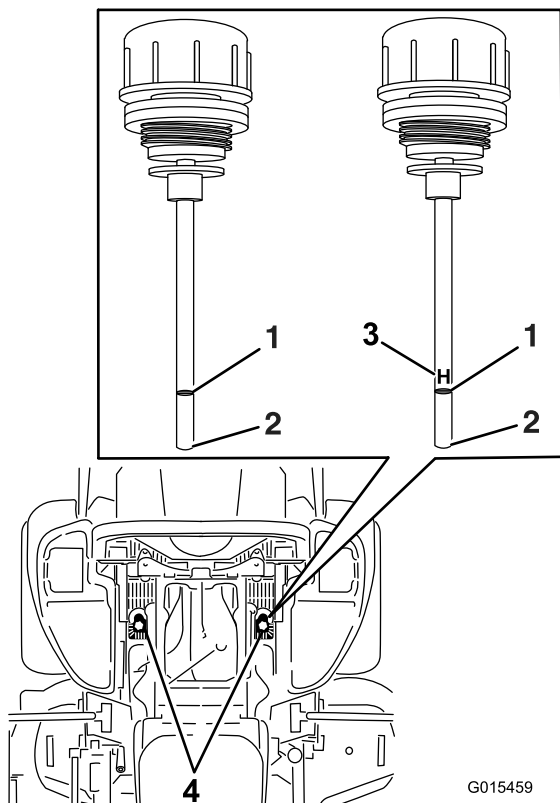

Figura 91
5. Limpie la zona alrededor de las varillas de los depósitos del sistema hidráulico (Figura 91).
6. Retire una varilla del depósito hidráulico (Figura 91).
8. Retire la varilla e inspeccione el extremo (Figura 91).